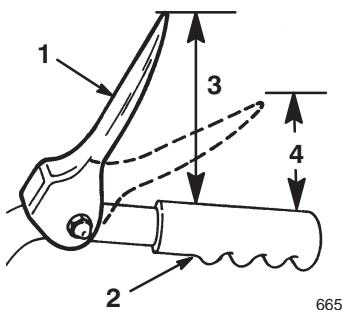

Bild 6
Hinweis: Die Einstellung ist korrekt, wenn die Räder aufhören, rückwärts zu rollen, und der Abstand zwischen der Oberseite des Handgriffs und der Unterseite des Fahrantriebshebels 2,5 bis 5 cm beträgt (Bild 6).
2. Stellen Sie die beiden Bundmuttern durch Drehen der Fahrantriebsstange nach oben oder unten so ein, dass der Abstand zwischen der Oberkante des Handgriffs und der Unterkante des Fahrantriebshebels ca. 11 cm beträgt (Bild 6).